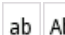

Abb. D42.
3. Auf dem Display erscheint eine **virtuelle Tastatur**, mit der Sie den Namen ändern können (siehe Abb. D42).